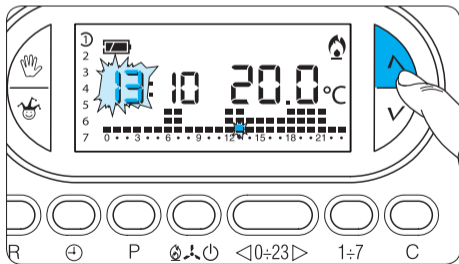

Fig. 16
4.5- Premere il pulsante \wedge oppure \vee fino a raggiungere l'ora esatta (fig. 16).